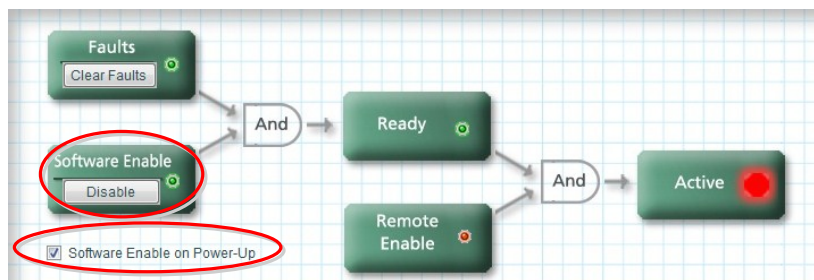

图 4-9 软件使能设置
(4) 打开软件使能, 驱动器的使能信号来源于软件使能和远程使能 (即通过 IO 发送使能信号) 如图 4-9 所示。